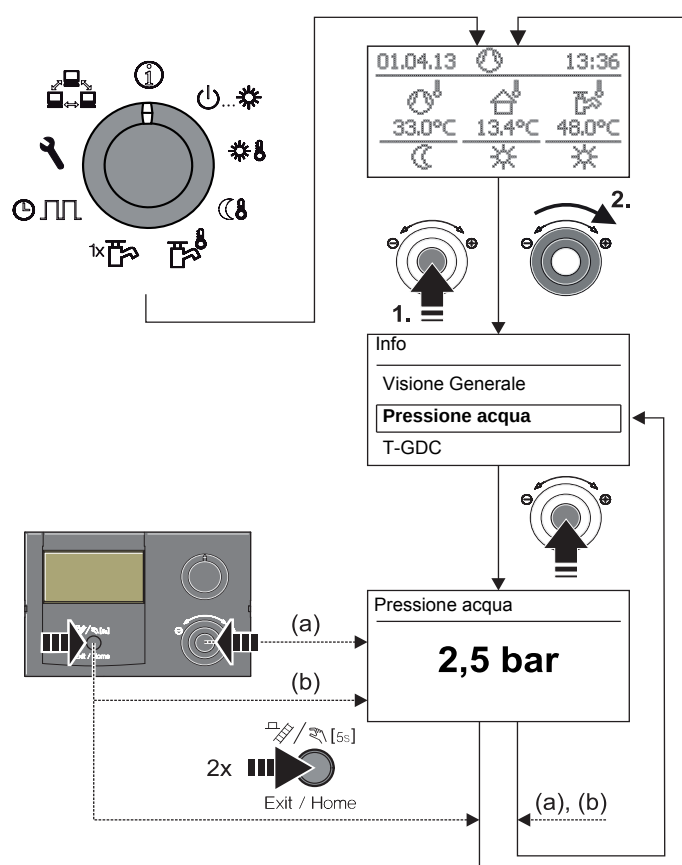

Fig. 3-6 Indicazione valori informativi (esempio pressione impianto)
- ➔ Viene visualizzato il valore (esempio v. fig. 3-6).
Da Regolazione RoCon HP, con impianto acceso, è possibile ottenere la visualizzazione della pressione (pressione dell'acqua) del circuito interno (circuito di riscaldamento diretto). La pressione dell'acqua è disponibile come primo parametro informativo in base alla panoramica dei dati di esercizio (v. fig. 3-6).